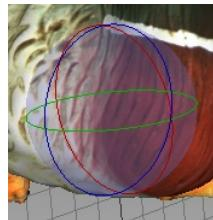

Рис. 8.50: Элемент управления в режиме вращения
- Потяните один из круглых элементов управления (см. Рис. 8.50), чтобы повернуть объект. Нажатие клавиши, соответствующей необходимой оси (X, Y или Z), позволит скрыть элементы управления остальных осей.